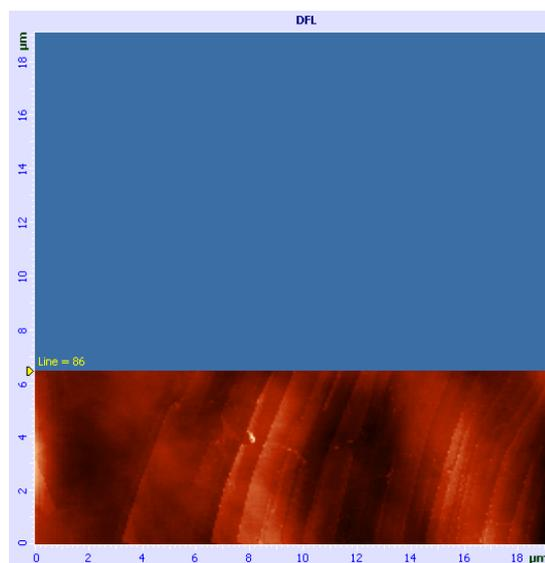

Рис. 6-31. Изображение рельефа поверхности
- начнется построчное сканирование поверхности образца и в области отображения 2D-данных сканирования, строчка за строчкой, начнет появляться изображение сканируемой поверхности (Рис. 6-31);